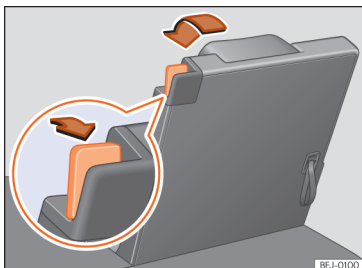

Abb. 196 Dritte Sitzreihe: Sitz in Ladebodenposition klappen.
- Gegenstände aus dem Fußraum vor und hinter dem Rücksitz entfernen » ①.
- Entriegelungshebel » [Abb. 196] ganz nach hinten ziehen, um die Sitzlehne zu entriegeln.
- Lehne von Hand nach unten führen, bis sie flach auf dem Sitzrahmen aufliegt » ②.
- Wenn sich der Sitz in Ladebodenposition befindet, dürfen auf dem Rücksitz keine Personen oder Kinder befördert werden » ③.
- Schlaufe an der Sitzlehne » [Abb. 196] ziehen, um die Lehne zurückzuklappen. **ODER:** Klappen Sie die Sitzlehne mit der Hand vom Innenraum aus zurück.
- Die rote Markierung am Entriegelungshebel » [Abb. 196] darf nicht mehr sichtbar sein.
- Eine rote Markierung an dem Entriegelungshebel »» (Abb. 196) signalisiert eine nicht eingerastete Lehne. Die rote Markierung darf im korrekt eingerasteten Zustand nicht sichtbar sein.